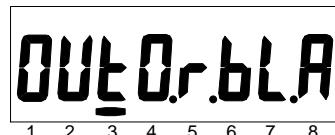
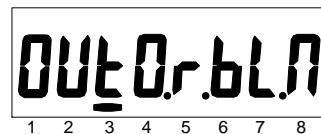

Рисунок 51 - Окно при настройке выхода на режим реле. Реле находится в состоянии «сработало».
Рисунок 52 - Окно при настройке выхода на режим реле. Реле находится в состоянии «сработало».
5.4.7.11 Если параметр «Подтверждение кнопкой» находится в состоянии «Да», сигнал «Подтверждение возврата кнопкой» возникнет только при длительном нажатии кнопки «КАДР» в окне состояния реле (см. Рисунок 52). Если параметр «Подтверждение кнопкой» находится в состоянии «Нет», сигнал «Подтверждение возврата кнопкой» имеется всегда и нажатие кнопки пользователем не требуется. Использование подтверждения кнопкой может быть полезно, например, при настройке реле на ограничение мощности (через использование лимитов мощности). При срабатывании реле (размыкание реле), возврат (замыкание реле) произойдет, только если события вызвавшие срабатывание устраниены и пользователь нажал на кнопку подтверждения. Это дает возможность пользователю предварительно подготовиться к повторному включению, например, отключить часть или всю свою нагрузку для ограничения пусковых токов.
После окончания времени задержки возврата, если включено в настройках, требуется подтверждение возврата по интерфейсу (см. Рисунок 51) и кнопкой (см. Рисунок 52). Подтверждение возврата по интерфейсу может быть передано как после истечения времени задержки, так и во время отсчета времени задержки.